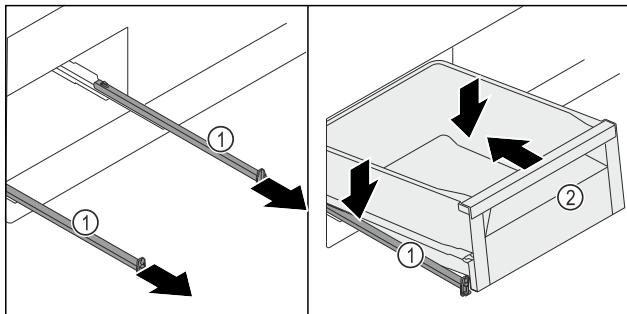

Fig. 123
- ▶ Витягніть рейки Fig. 123 (1).
- ▶ Міцно тримаючи рейки Fig. 123 (1), установіть висувний ящик Fig. 123 (2) зверху під кутом на рейки Fig. 123 (1).
- ▶ Всуньте висувний ящик Fig. 123 (2) на рейках Fig. 123 (1) до упору назад.